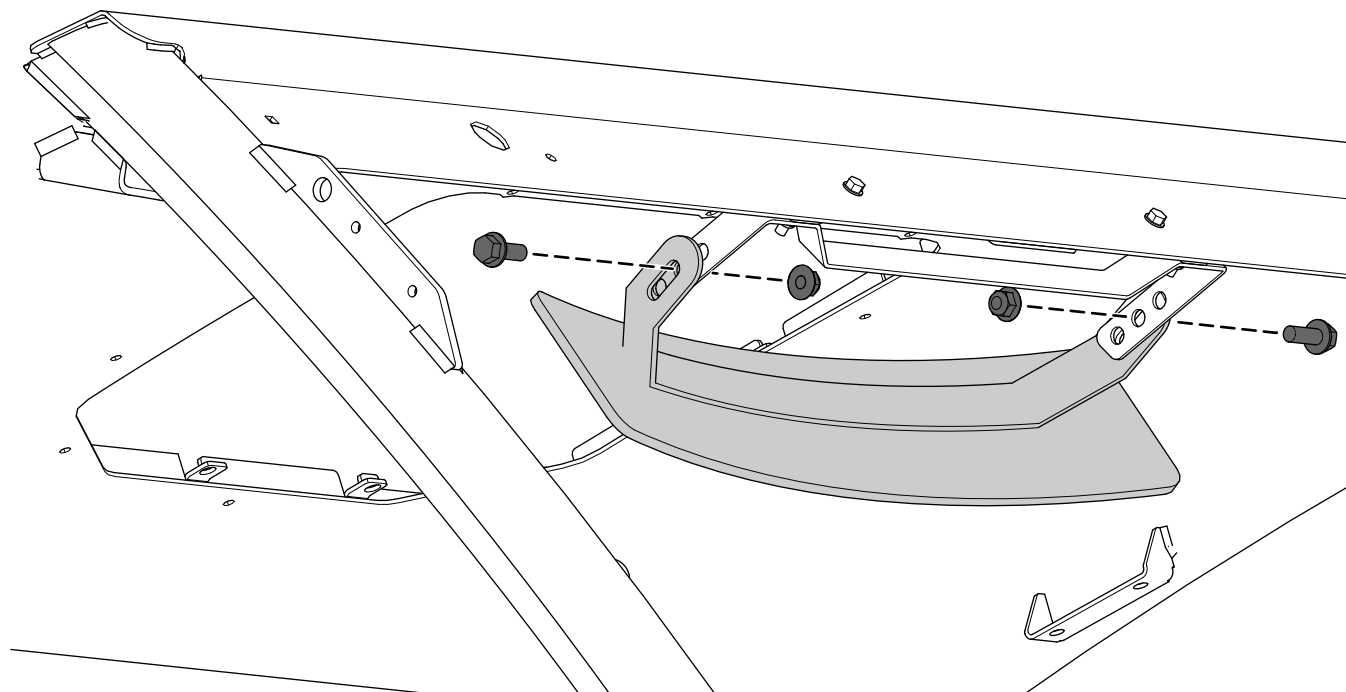

Figure 8
3. Fixez le rétroviseur grand angle sur son support à l'aide de 2 boulons à embase ($\frac{3}{8} \times 1$ po) et 2 contre-écrous ($\frac{3}{8}$ po), comme en montré à la Figure 8.